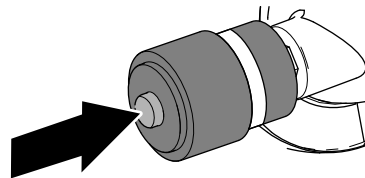

Рисунок 116
1. Если на индикаторе обслуживания отображается красная полоса, нажмите кнопку сброса на конце индикатора (Рисунок 116).